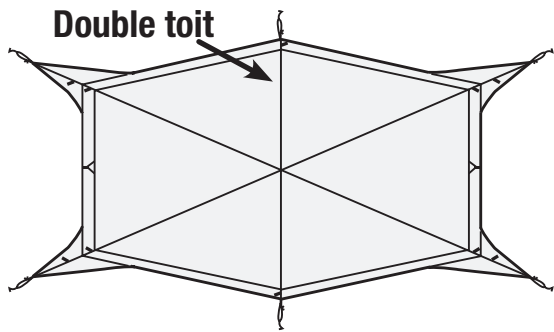

Fig. 7
- Étalez le double toit sur la tente intérieure. (Fig. 7 and 8)